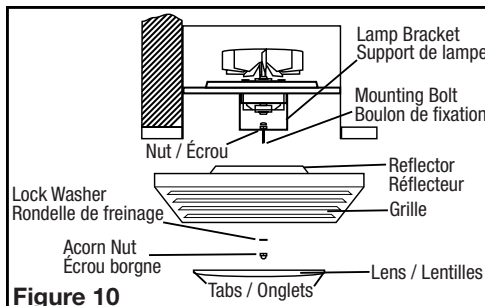

Figure 10
2. Install the grill/lens/light reflector, by first removing the lens from the grill (there are two tabs on either side that hold the lens in place). Then remove the acorn nut and the lock washer which are installed on the reflector mounting bolt in the fan housing. Adjust the height of the reflector mounting bolt so that the grill will be tight up against the finished ceiling and less than 1/4" of the reflector mounting bolt protrudes through the reflector. Secure the reflector bolt's position by tightening the factory installed nut against the lamp bracket (**Figure 10**).
2. Installer la grille/ la lentille / le réflecteur de la lumière, en enlevant d'abord les lentilles de la grille (il y a deux onglets de chaque côté qui tiennent en place la lentille). Ensuite, enlever l'écrou borgne et la rondelle de sécurité qui sont installés sur le boulon de montage du réflecteur dans le châssis du ventilateur. Ajuster la hauteur du boulon de montage du réflecteur pour que la grille soit bien serrée contre le plafond fini et à moins de 0,6cm (1/4po) du boulon de montage du réflecteur en saillie au travers du réflecteur. Serrer en position le boulon en serrant l'écrou installé en usine contre le support de lampe (**Figure 10**).